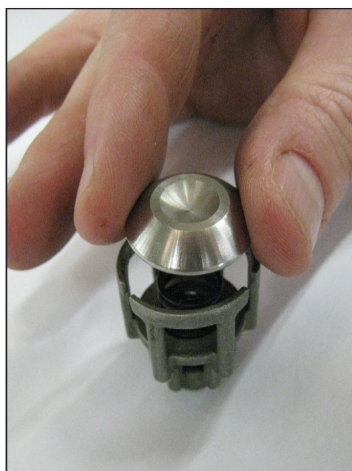
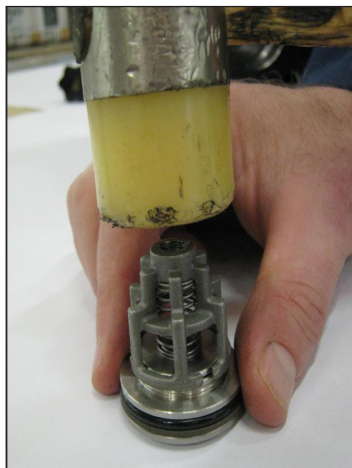

Fig. 26
Fig. 27
- 1 Durante l'assemblaggio dei gruppi valvola di aspirazione e mandata (Fig. 26, Fig. 27). Sulle pompe KT20 e KT22 prestare particolare attenzione a non invertire le molle di aspirazione con quelle di mandata precedentemente smontate: